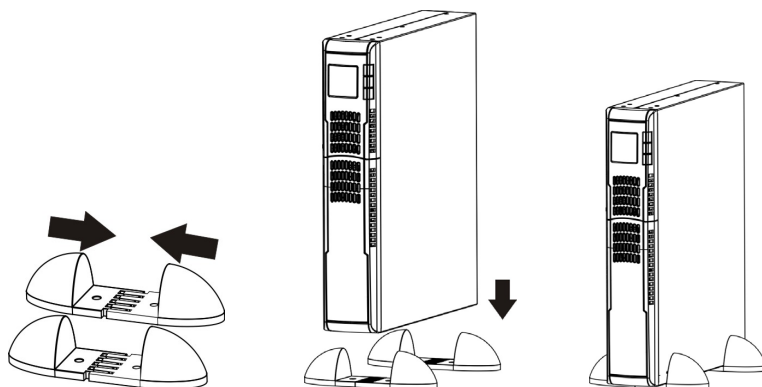

Рисунок 8 – Порядок установки ИБП в вертикальное напольное (настольное) положение
7.1.4 Установку ИБП в вертикальное положение следует производить при помощи кронштейнов для вертикальной установки в следующей последовательности (рисунок 8):